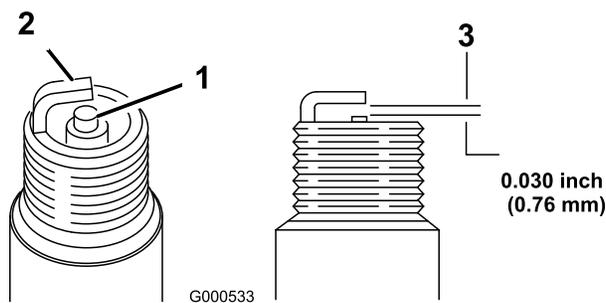

図 53
1. 中央の電極部 (図 53) を観察する。
2. すきまゲージでエア・ギャップの点検を行い、隙間の大きさが適切でなければ側面の電極を注意深く曲げて調整する(図 53)。